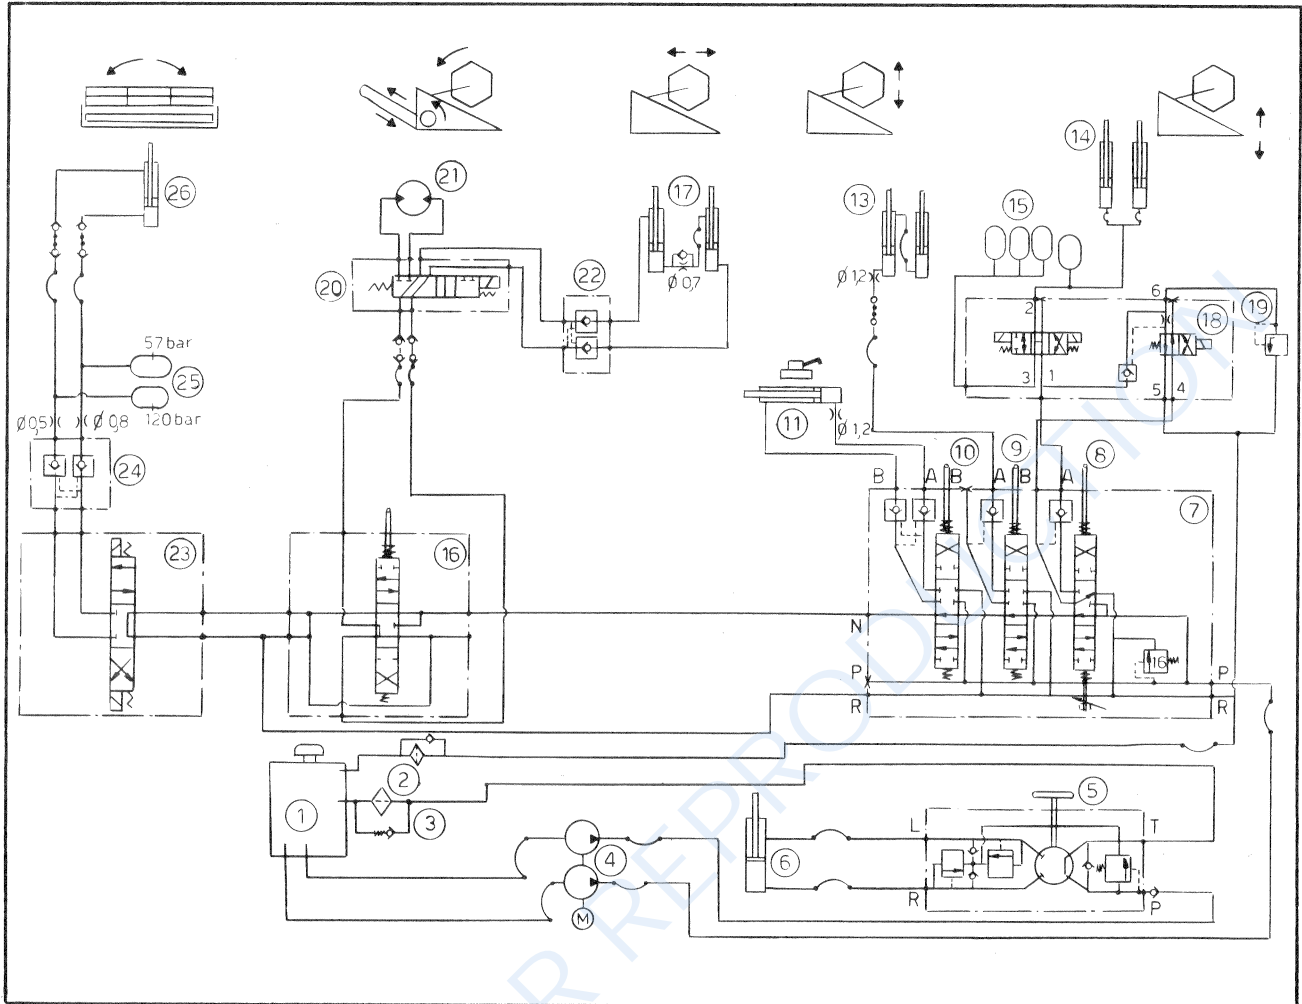

Fig. 215
**IV Moissonneuses batteuses TX34 et TX36 à transmission hydrostatique (avec contrôle automatique de la hauteur de coupe et compensation) + pivotement latéral (Figure 215)**